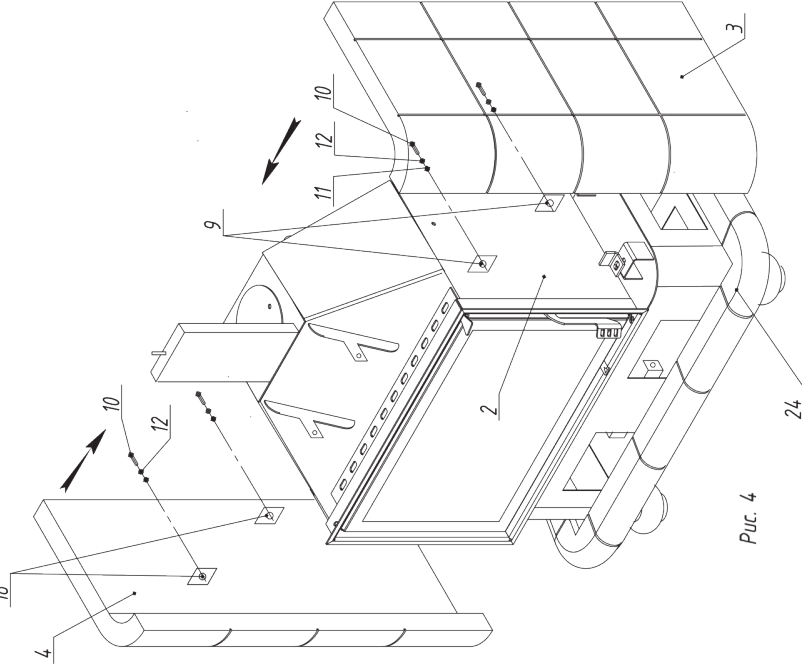

Рис. 4
5. Боковые панели 3,4 устанавливаются на нижнюю панель 24 и крепятся к толке 2 кронштейнами 18 на доковых панелях и кронштейнами 9 на толке. Фиксируются винтами 10, гайками 11, шайбами 12 (Рис. 4)